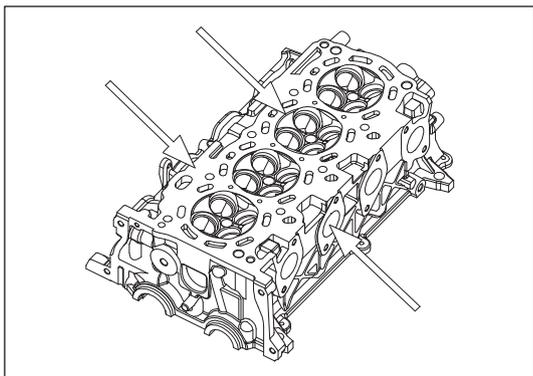
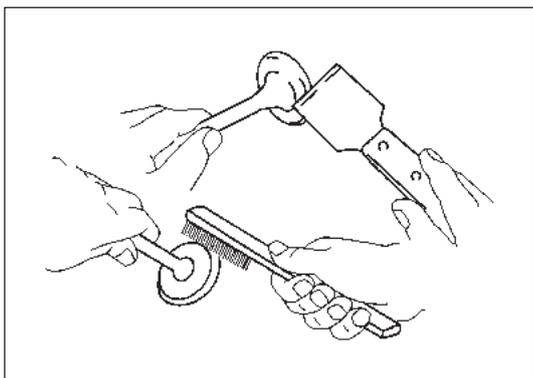
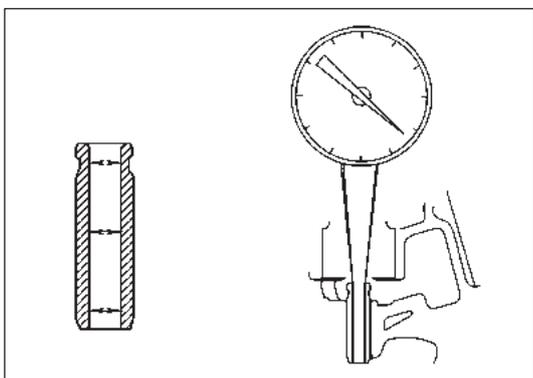

Рис. 12-3-11. Проверка головки блока цилиндров
Рис. 12-3-12. Чистка клапана
Рис. 12-3-13. Измерение внутреннего диаметра направляющей втулки клапана
- » При помощи окрашенной индикаторной жидкости проверить камеру сгорания, впускной и выпускной фланцы и нижнюю поверхность головки блока цилиндров на наличие трещин, как изображено на рис. 12-3-11.
- (3) Чистка клапана
- а) При помощи скребка осторожно соскрести нагар с клапана, действуя с осторожностью, чтобы не поцарапать уплотнительную полосу, см. рис. 12-3-12.
- б) Тщательно почистить клапан стальной щеткой, как изображено на рис. 12-3-12.
- (4) Проверить шток и направляющую клапана
- а) При помощи калибра измерить внутренний диаметр направляющей клапана, как изображено на рис. 12-3-13.